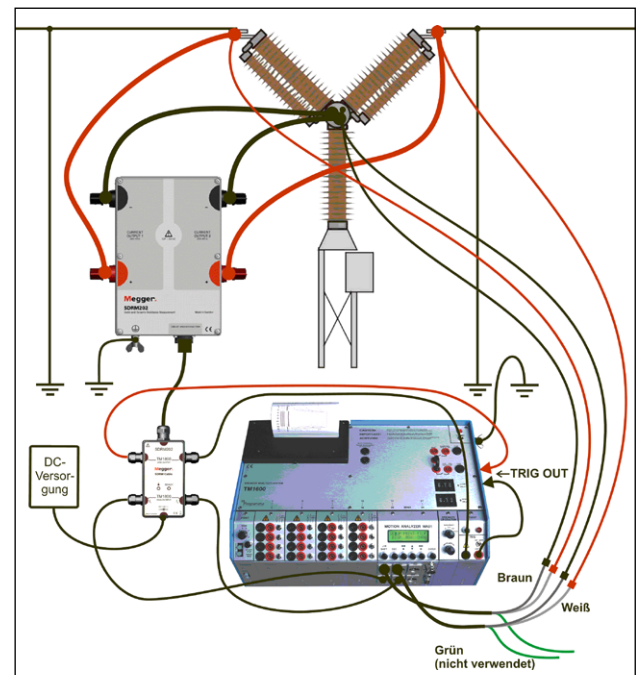

Abb. 6.2.1 Beispiel für eine Zusammenschaltung mit SDRM202. SDRM201 wird auf dieselbe Weise, jedoch nur mit einem Kanal zusammenschaltet.
- 1] Verbinden Sie SDRM201/202 und den Schalter, siehe Beispiel auf Abb. 6.2.1.